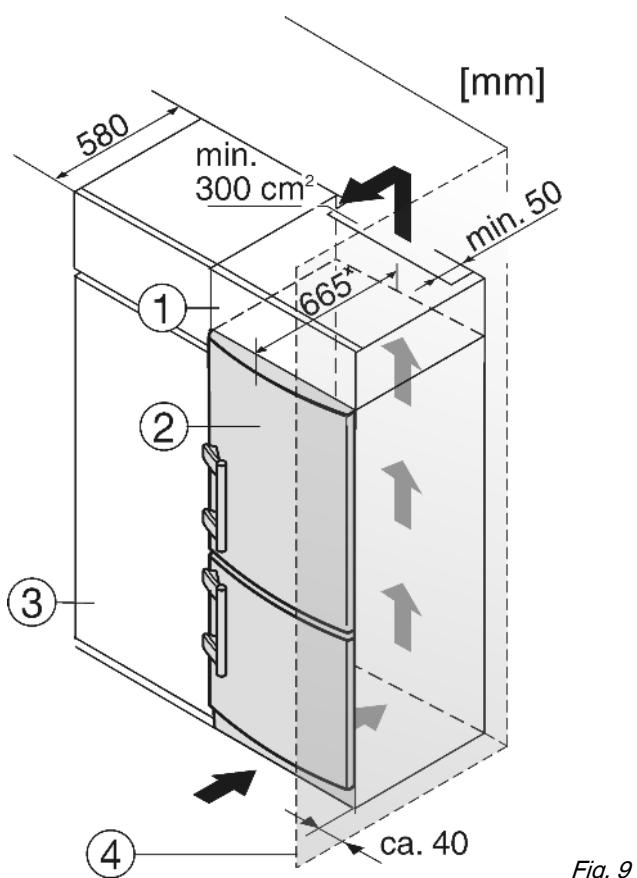

Fig. 9
(1) Дополнительный шкафчик
(2) Устройство
(3) Кухонный шкаф
(4) Стенка
Устройство может быть окружено предметами кухонной обстановки. Чтобы уравнять устройство Fig. 9 (2) по высоте с кухонной стенкой, можно установить над устройством соответствующий дополнительный шкафчик Fig. 9 (1).
При комбинировании с кухонными шкафами (глубина макс. 580 мм) устройство можно установить непосредственно рядом с кухонным шкафом Fig. 9 (3). Устройство выступает сбоку на 70 мм и по центру на 85 мм относительно передней стенки кухонного шкафа.
Если устройство установлено на шарнирах у стены Fig. 9 (4), то расстояние между устройством и стеной должно быть не менее 40 мм. Настолько выступает ручка при открытой дверце.